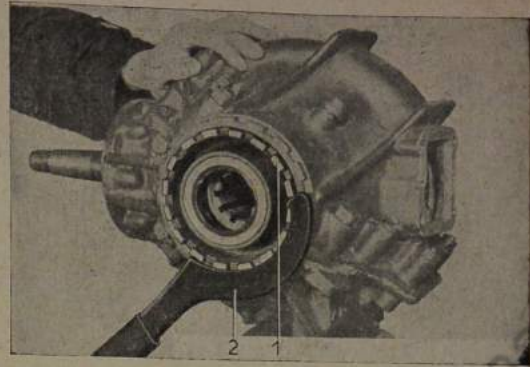

Bild 654: Entgegengesetzte Einstellbuchse einschrauben
3. Dem Tellerrad entgegengesetzte Einstellbuchse hineinschrauben (Bild 654), bis Widerstand spürbar ist.